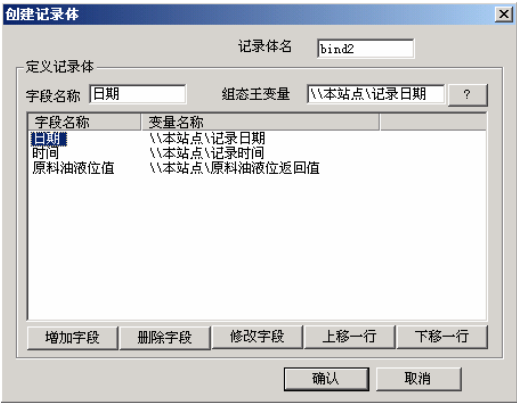

图 9-7 记录体属性设置对话框
- 5、在工程浏览窗口中定义一个记录体，记录体窗口属性设置如图 9-7 所示：